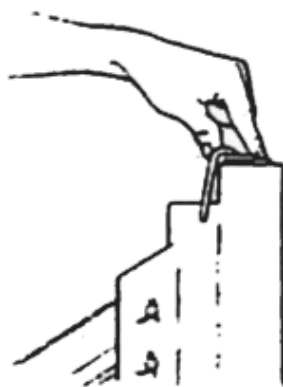

Bild. 25
- Lyft försiktigt stativet/vinschen cirka 2,5 cm för att ta bort den från stativfoten. (Bild 25)